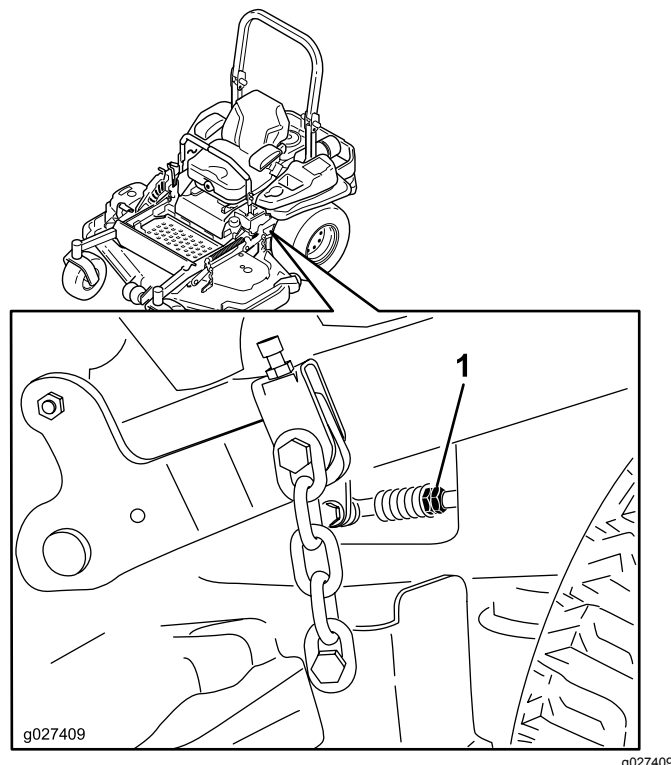

Figura 82
11. Ajuste la longitud de las varillas de control de las bombas girando las tuercas dobles de la varilla en el sentido apropiado, hasta que las ruedas se muevan ligeramente en marcha atrás (Figura 82).